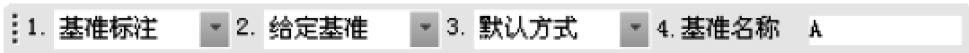

图 5-29 基准标注立即菜单
- 1) 执行【基准标注】命令后，弹出的立即菜单如图 5-29 所示。